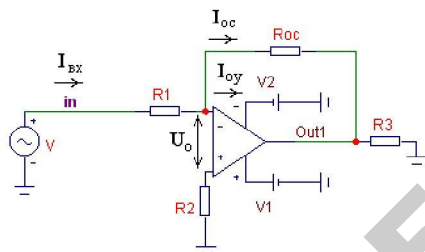

Рисунок 3.34 - Инвертирующий усилитель
1. Инвертирующий усилитель (рисунок 3.34).